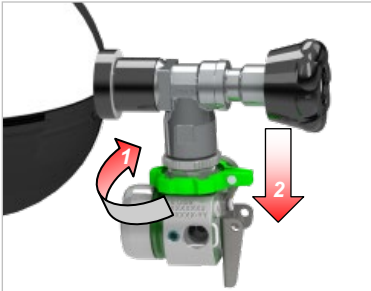

Abb. 18 Entfernen einer Flasche mit *alphaCLICK 2*
- (3) Flaschenventil(e) schließen und das Pneumatiksystem des Pressluftatmers über Lungenautomaten entlüften.
- (4) Drehen Sie bei Druckluftflaschen mit *alphaCLICK 2* das Handrad an der Kupplungsseite (Pfeil 1) zuerst im Uhrzeigersinn (→ Abb. 18) bis zum Anschlag zu und drücken Sie es dann in Richtung Druckminderer (Pfeil 2) nach unten.